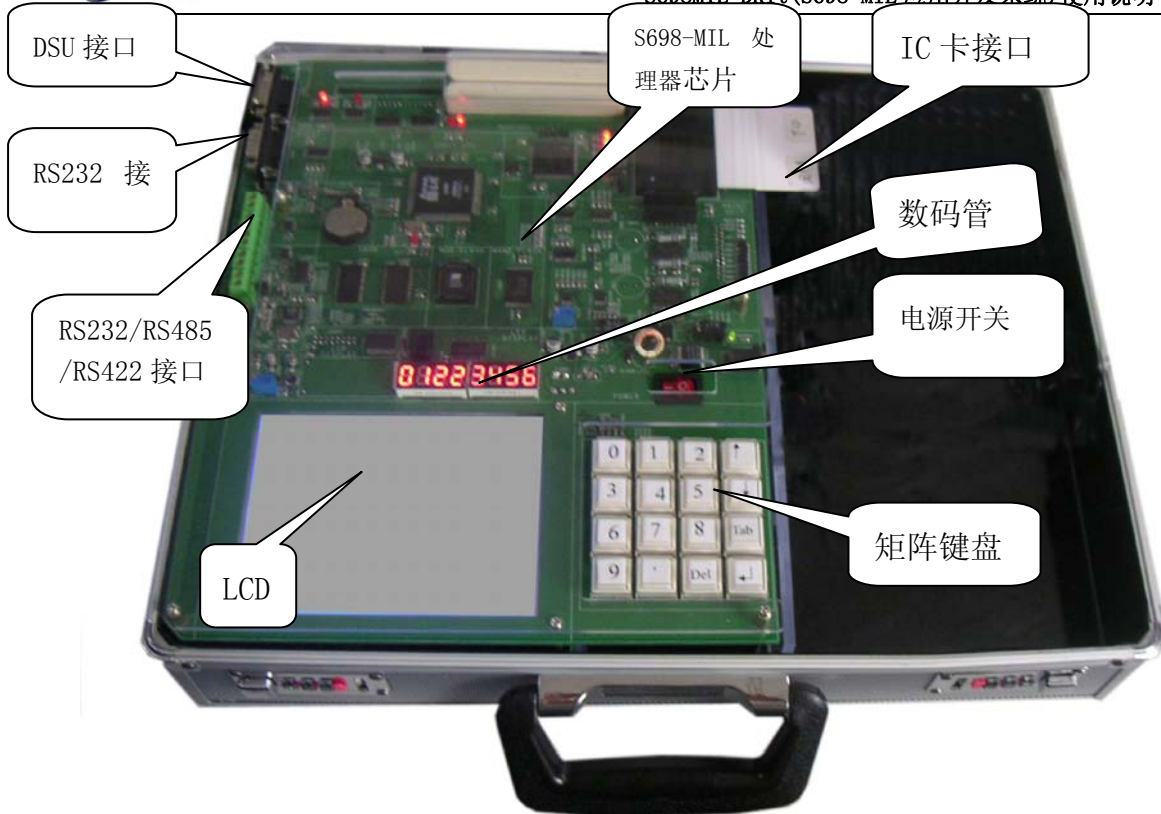

图 1-3 布局图
1. 在用户了解了功能框图后，图 1-3 详细介绍了本系统的各个功能布局，以方便用户在使用中能够快速找到。